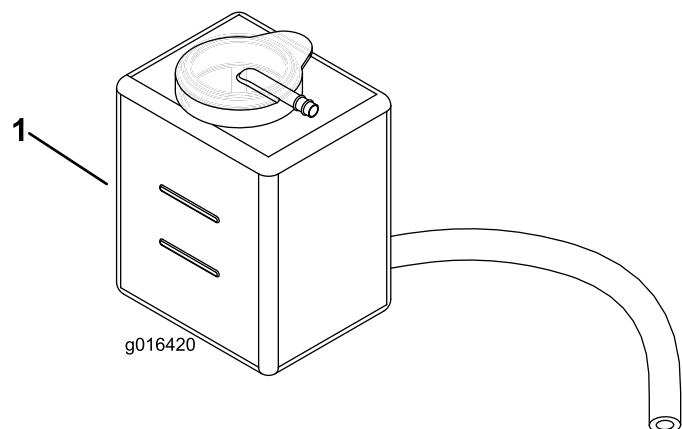

図 25
2. 冷却液の量を点検する（図 25）。エンジンが冷えている状態で、補助タンク側面についている 2 本のマークの間であれば適正である。